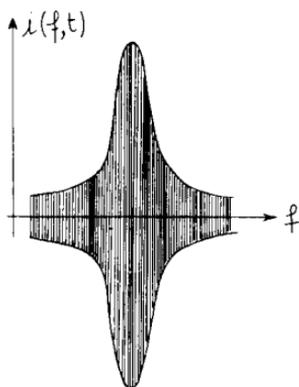

Fig. 5
1) Oscilloscope voie Y reliée à M (fig. 5) :